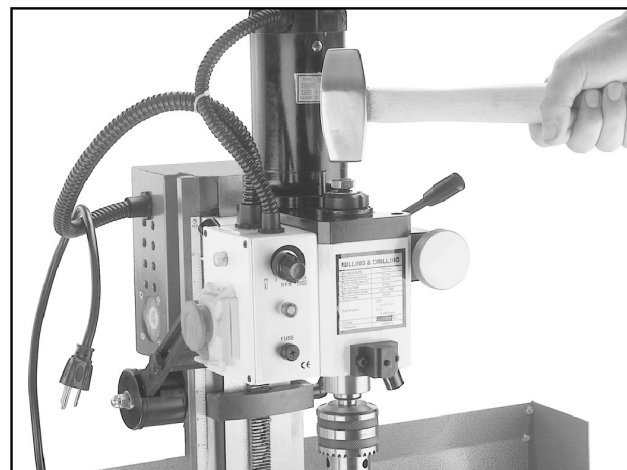

Fig 10 Slå på trekkstangen med hammer.
5. Med hjelp av en kobber- eller trehammer slå på trekkstangens ende etter **fig. 10.** Borchucken skal nå være løs i spindelen.